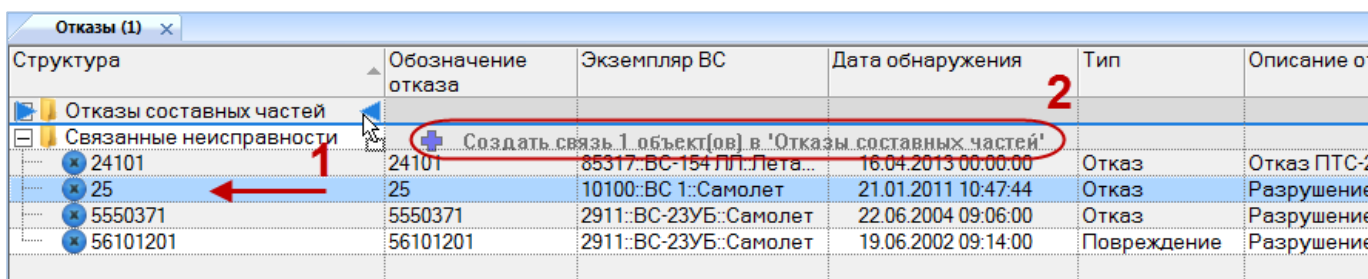

Рис. 13-257 – Установление связи отказа с новой папкой
- 2) Выбрать отказ. Для выделения нескольких объектов используются клавиши CTRL и SHIFT (1 на рис. 13-257).
- 3) Переместить с помощью мыши выделенные отказы в нужную папку – появится подсказка вида «+ Создать связь X объект(ов) в ...» (2 и 3 на рис. 13-257). Отпустить кнопку мыши.